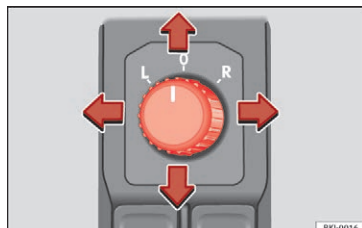

Fig. 150 Drejeknap til sidespejlene
1. Drej først knappen » **Fig. 150** til position **L** (**venstre sidespejl**).
- Drej drejeknappen » **Fig. 150** til position  for at klappe sidespejlene ind. For at undgå skader skal du altid klappe sidespejlene ind, når du kører din bil i et automatisk vaskeanlæg.